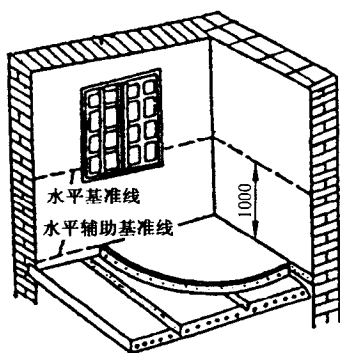
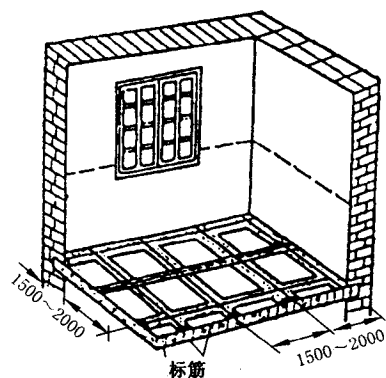

图 1-1 弹准线
图 1-2 做标筋
(1) 弹准线:地面抹灰前,应先在四周墙上弹出一道水平基准线,作为确定水泥砂浆面层标高的依据。水平基线是以地面 ± 0.00 m及楼层砌墙前的抄平点为依据,一般可根据情况弹在标高100 cm的墙上,见图 1-1。弹准线时要注意按设计要求的水泥砂浆面层厚度弹线。
(2) 做标筋:根据水平基准线再把楼地面面层上皮的水平辅助基准线弹出(见图 1-1)。面积不大的房间,可根据水平基准线直接用长木杠抹标筋,施工过程中进行几次复尺即可。面积较大的房间,应根据水平基准线,在四周墙角处每隔 1.5 m~2.0 m 用 1:2 水泥砂浆抹标志块,标志块大小一般是 8 cm~10 cm 见方。待标志块结硬后,再以标志块的高度做出纵横方向通长的标筋以控制面层的厚度。地面标筋用 1:2 水泥砂浆,宽度一般为 8 cm~10 cm,见图 1-2。做标筋时,要注意控制面层厚度,面层的厚度应与门框的锯口线吻合。